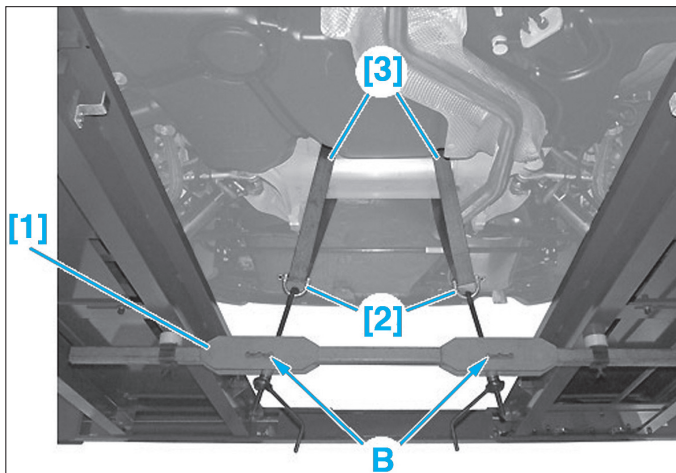

Fig. 3
- Engager les quatre sangles [3] équipées des manilles [2] autour de la traverse arrière, au niveau de la soude entre la traverse arrière et les parties latérales en veillant à ne pas contraindre l'échappement avec la sangle gauche (Fig.3).
- Choisir le centrage (B) le mieux adapté pour tirer sur les sangles le plus verticalement possible.